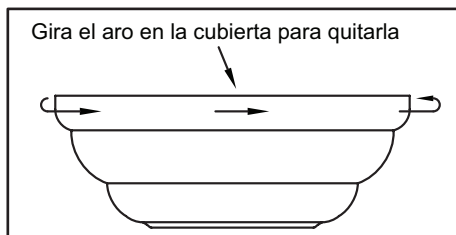

Figura 5
1. Retira el aro en la cubierta, girando a la derecha hasta destrabarlo (Figura 5).
1. Retira el aro en la cubierta, girando el aro a la derecha hasta destrabarlo (Figura 5).